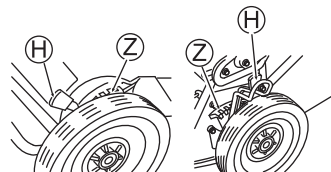

Fig. 22
2. Incline a alavanca de ajuste da altura de corte (H) em direção à lateral da roda, separando-a dos dentes (Z). (Veja as fig. 22 e 23)